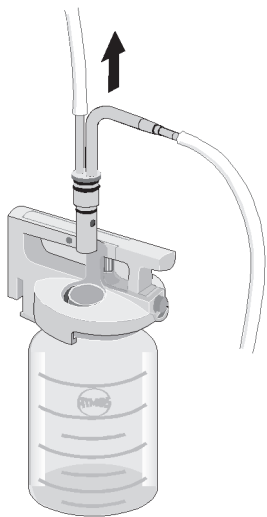

Bild 41. Ziehen des Doppelstecknippels
- Ziehen Sie den Doppelstecknippel aus dem vollen Behälter (Bild 41). Haben Sie einen Zweitbehälter eingehängt, stecken Sie ihn dort ein.